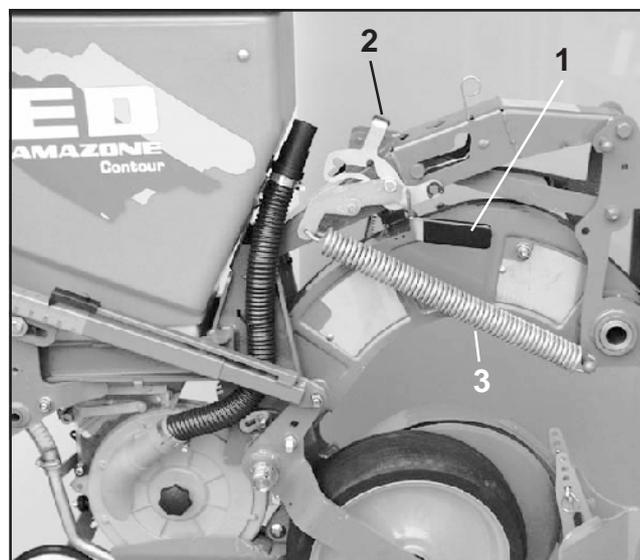
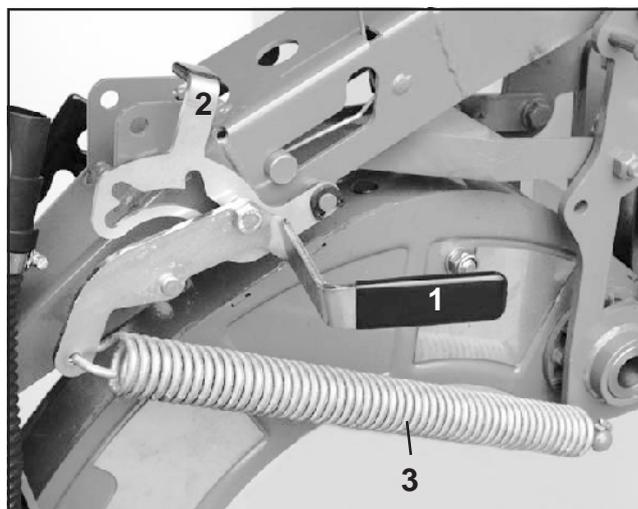

Fig. 7.40
Fig. 7.41
- Jetzt den Spannhebel weiter nach unten drücken und somit die Zugfeder (7.40/3 bzw. 7.41/3) spannen. Die Arretierungsschablone in der neuen Position einrasten (Fig. 7.40 und Fig 7.41).